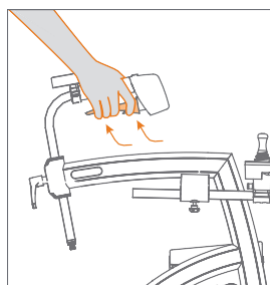

Figura 67: Aplicar el freno de estacionamiento.
- ¿Desea utilizar el freno de estacionamiento para evitar que el andador se desplace? Primero apriete las manetas de freno y, simultáneamente, accione las palancas del freno de estacionamiento. A continuación, suelte las manetas de freno. El andador quedará así en posición de estacionamiento (**Figura 67**).